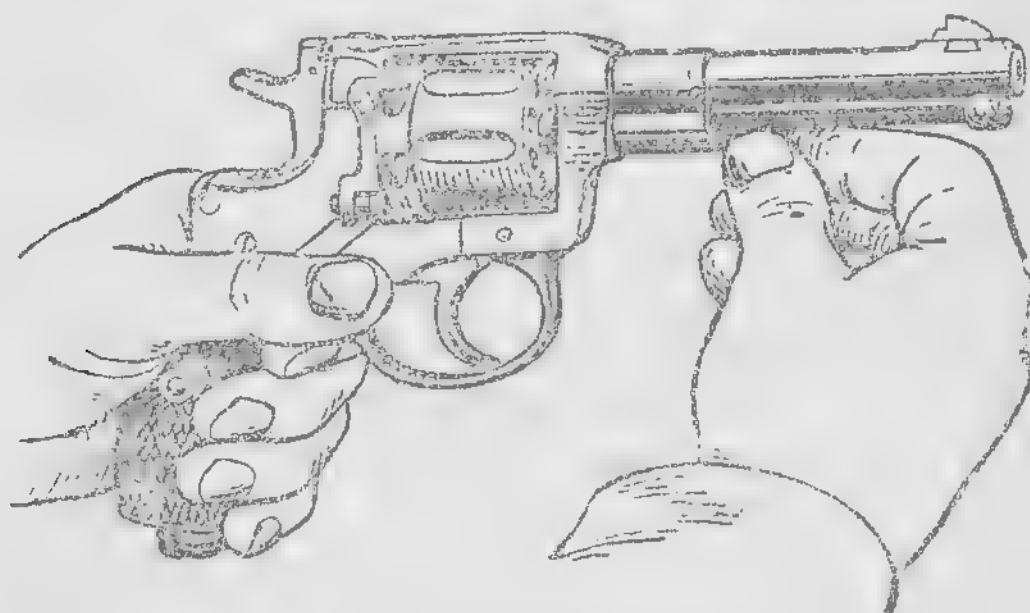

Рис. 27. Как вынуть ось барабана.
2) вынуть ось барабана: удерживая револьвер левой рукой за рукоятку, правой рукой повернуть шомпольную трубку настолько, чтобы черта на верхней части ее пришлась против черты на стволе, и вынуть за головку ось барабана (рис. 27);